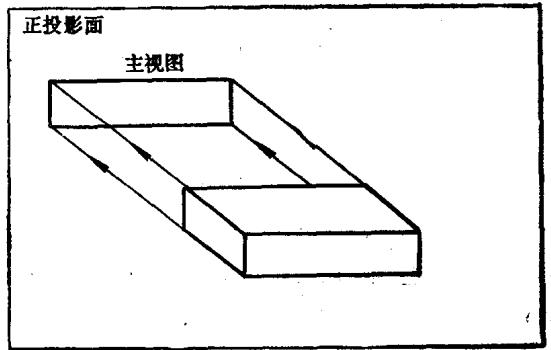

图1-7 一面视图——主视图
1. 一面视图 如图1-7所示，将长方体的前后两面平行于投影面放置，从前往后看，即可在投影面上得到一个矩形的视图，这个视图称为主视图。